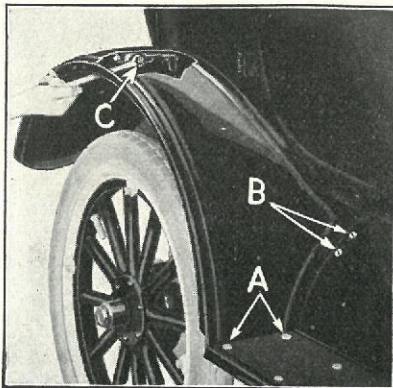

Fig. 5
- (a) Udtag de 2 Bolte, der gaar gennem Trinbræt og Skærm (Fig. 5-A).